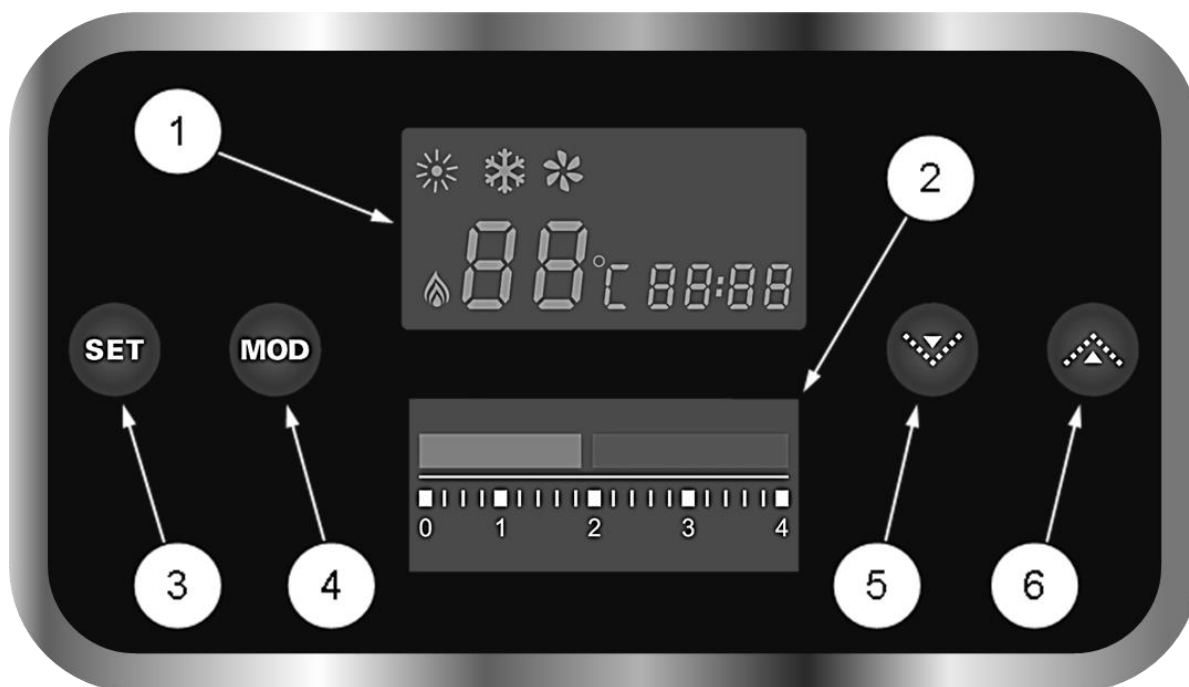

Рис. 11 Панель управления котлом
На передней панели котла расположена панель управления (См. Рис. 11).
- Проверьте по манометру (См. Рис. 11) на панели управления котлом давление теплоносителя (ОВ) в котле и СО.